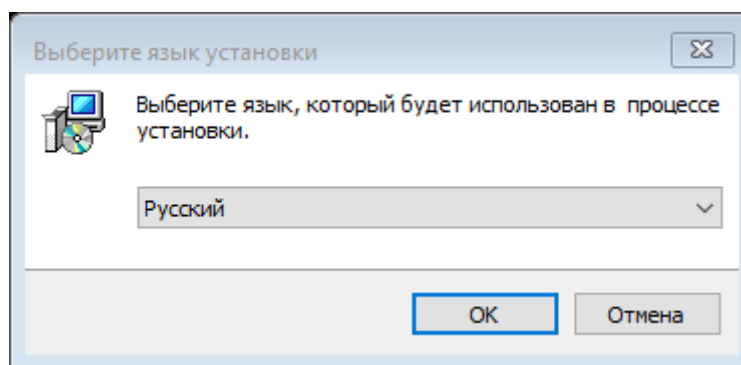

Рисунок 1 – Выбор языка установки
1) Запустить установочный файл «PDV RV Calculator Setup.exe», выбрать язык установки и нажать кнопку «ОК» (см. рисунок 1).